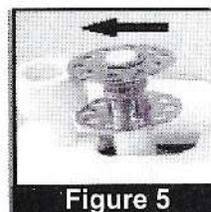

Figure 5
4. Mueva el carrete a la derecha, haciendo clic en ello en el lugar. (Figure 5)